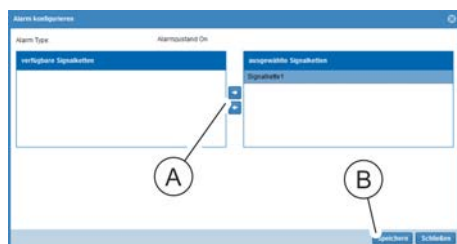

Abb. 177: Fenster "Alarm konfigurieren"
5. Im Fenster "Alarm konfigurieren" eine Signalkette auswählen und über die Schaltfläche „→“ (Abb. 177/Ⓐ) ins Feld „ausgewählte Signalketten“ schieben. Auswahl über die Schaltfläche „Speichern“ (Abb. 177/Ⓑ) bestätigen.